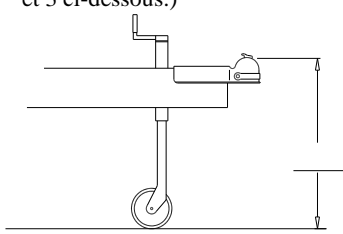

Fig. 1
2. Mettre la remorque de niveau, puis mesurer et noter la distance entre le sol et le dessus du coupleur. (Fig.1).
5. Glisser la barre d'attelage ③ dans le récepteur à manchon; insérer la cheville ⑥ et l'agrafe à ressort ⑧. Boule (achetée séparément) fixée à son support ①, glisser ce dernier vers le haut ou le bas de la barre d'attelage (celle-ci peut être utilisée en position haute ou basse jusqu'à obtenir la hauteur de boule désirée et l'alignement des trous sur la barre. Insérer le boulon ⑩ dans le premier trou inférieur de la tête d'attelage.
6. Le rivet ⑬ et 7 rondelles d'espacement ⑦ sont fournis pour obtenir l'inclinaison adéquate des barres de stabilisation. Insérer le rivet ⑬, et selon l'angle ou l'inclinaison des barres à obtenir, utiliser 7 ou la quantité minimale de rondelles ⑦ nécessaire pour atteindre cet angle. (Voir les Figs 1, 2 et 3 ci-dessous.)